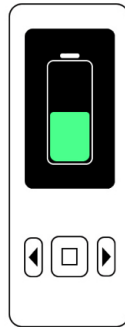

Fig. 7 : **X-Smart® Go**-endomotoren lader op
- Under opladningen vises batteriikonet på motorens skærm (se [► Fig. 7]). Når opladningen er fuldført, slukkes motorens skærm og den blå LED på powerbanken.